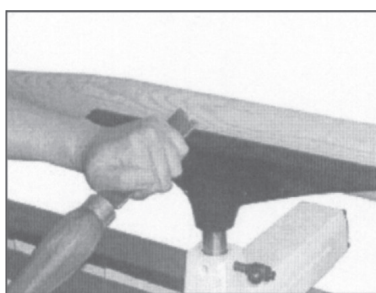

Рис. 7
2.5.11 При точении с подручником, правильно и крепко удерживайте резец двумя руками. Одна рука удерживает рукоятку так, что предплечье составляет одну линию с резцом а локоть прижат к боку. Другая рука удерживает стержень резца так, чтобы он был прижат к подручнику и руки не соскользнули на обрабатываемую заготовку (см. рис.7).
нику, при этом держите пальцы сомкнутыми и упирайтесь в подручник: большим пальцем – при хвате сверху, указательным – при хвате снизу (см. рис.7).